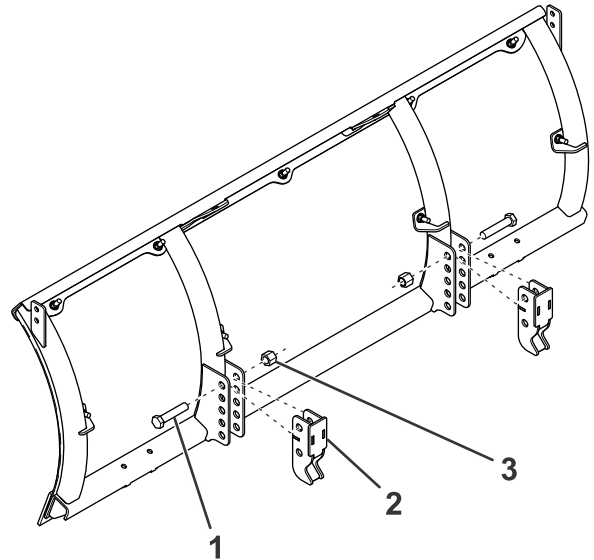

Bild 10
1. Befestigen Sie die beiden Befestigungshalterungen mit zwei Schrauben (5/8") und Muttern handfest am Schneepflug (Bild 10).